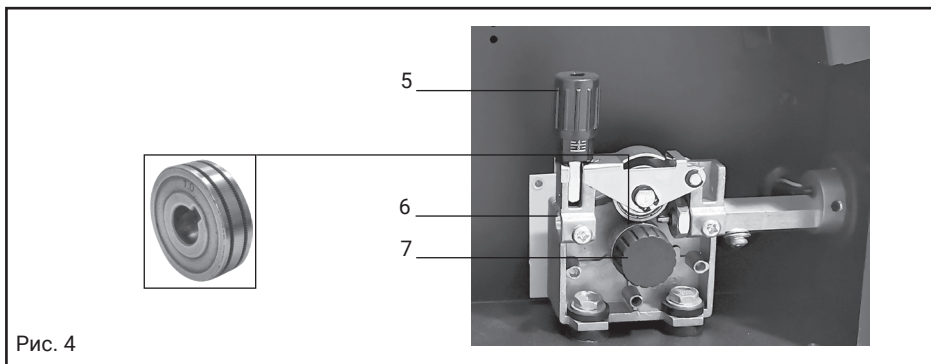

Рис. 4
- открутите фиксатор изменения усилия зажатия (рис. 4, поз. 5) и откройте прижимной механизм подачи проволоки отведя его вверх;
- проверьте, что бы размер канавки ролика на прижимном механизме соответствовал диаметру используемой сварочной проволоки, при необходимости поменяйте положение ролика открутив фиксатор ролика (рис. 4, поз. 7) против часовой стрелки;
- пропустите проволоку внутри направляющей трубки (рис. 4, поз. 6) и дальше в механизм подачи;
- опустите прижимной механизм и установите необходимое усилие прижима ролика поворотом фиксатора(рис. 4, поз. 5);